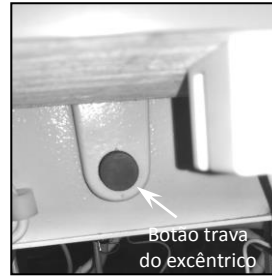

Fig. 13
1. Pressione o botão na parte inferior da base (Fig. 13).